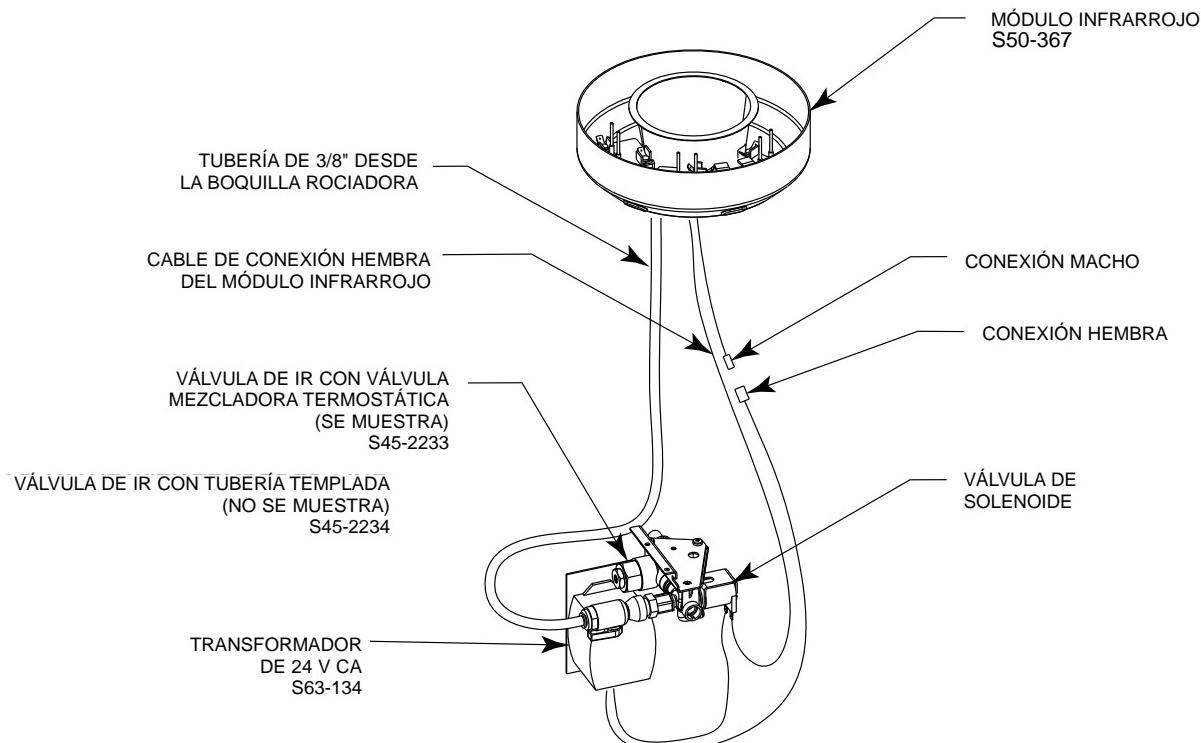

Figura 9b
- A** FIJE EL CABLE DE CONEXIÓN HEMBRA INFRARROJO DEL MÓDULO INFRARROJO AL SOLENOIDE COMO SE MUESTRA EN LA FIGURA 9B EN LA PÁGINA 58.